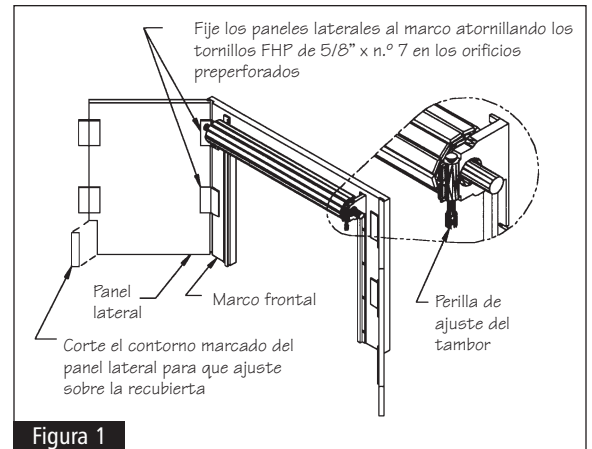

Figura 1
**2** Fije los paneles laterales temporalmente al marco frontal usando los tornillos FHP de 5/8" x n.º 7. Atornille las ménsulas de plástico para montaje usando los cuatro orificios perforados. Vea la figura 1.
**5** Atornille los paneles laterales con tornillos de banco o fíjelos con una ménsula, asegurándose de proteger el acabado. Use una sierra manual de dientes finos para perfilar el contorno de la recubierta que marcó en los paneles laterales en el paso 3 y vuelva a fijarlos. Vea la figura 1.